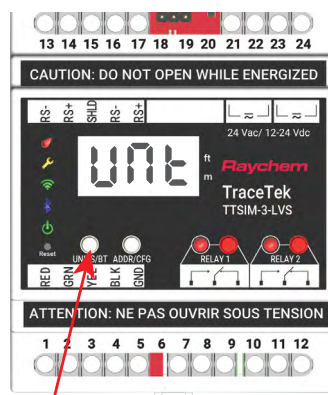

Figure 9. Bouton des unités
- Appuyez sur le bouton des unités, comme illustré à la figure 9, et maintenez-le enfoncé pendant environ 3 secondes, jusqu'à ce que l'écran affiche « Unt ». Les voyants Bluetooth, Wi-Fi, Service et Fuite clignotent simultanément pendant cette opération.